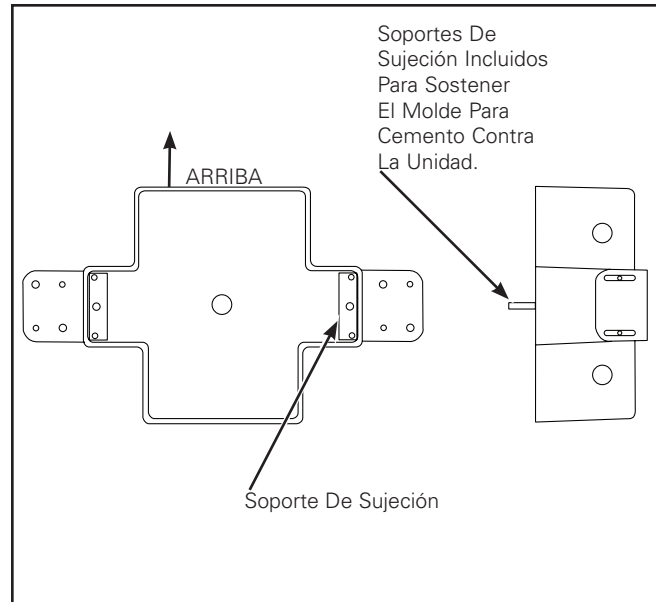

Figura 2. Caja/Soporte Con Ranuras
1. Si las paredes aún no se han construido, la caja empotrada puede montarse dentro del encofrado antes de que se vierta el cemento. Se incluyen soportes para encofrado y un cobertor para residuos para evitar que los residuos ingresen en la caja durante el vertido del cemento. Instale los (2) soportes con ranuras incluidos con los tornillos N.º 8-32. Se puede montar el panel sobre los tornillos en los soportes, y asegurarlo con las tuercas hexagonales incluidas (Figura 2.).